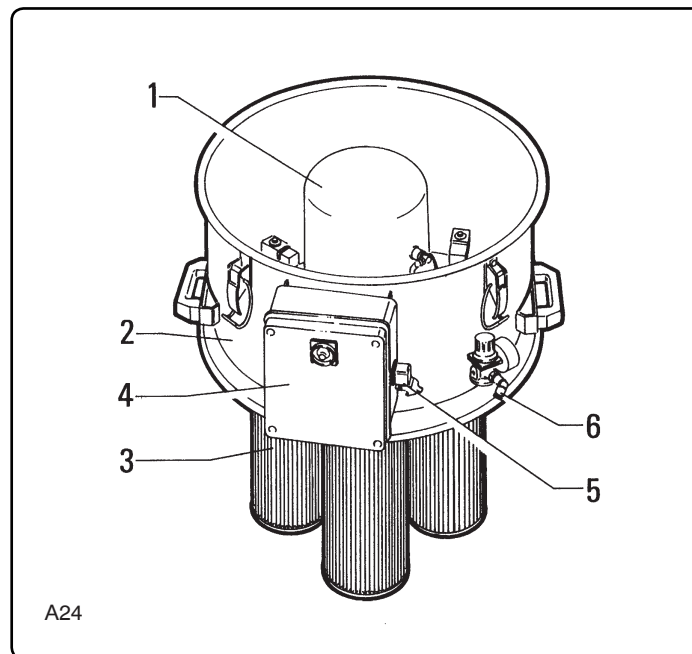

Fig.6.4.5
6.4.5 - Filtro a cartuccia (fig. 6.4.5)
6.4.5 - Cartridge filter (fig. 6.4.5)
6.4.5 - Filtre a cartouche (fig. 6.4.5)
6.4.5 - Filtereinsatz (Abb. 6.4.5)